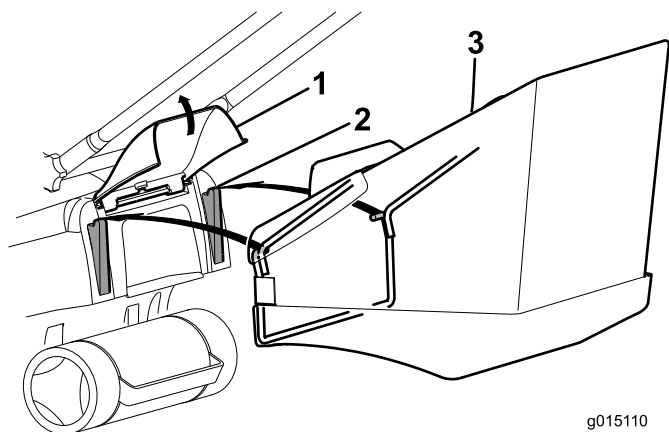

Figure 14
1. Soulevez le volet arrière, retirez l'obturateur de mulching (Figure 15) et placez le bac à herbe sur les ergots (Figure 14).